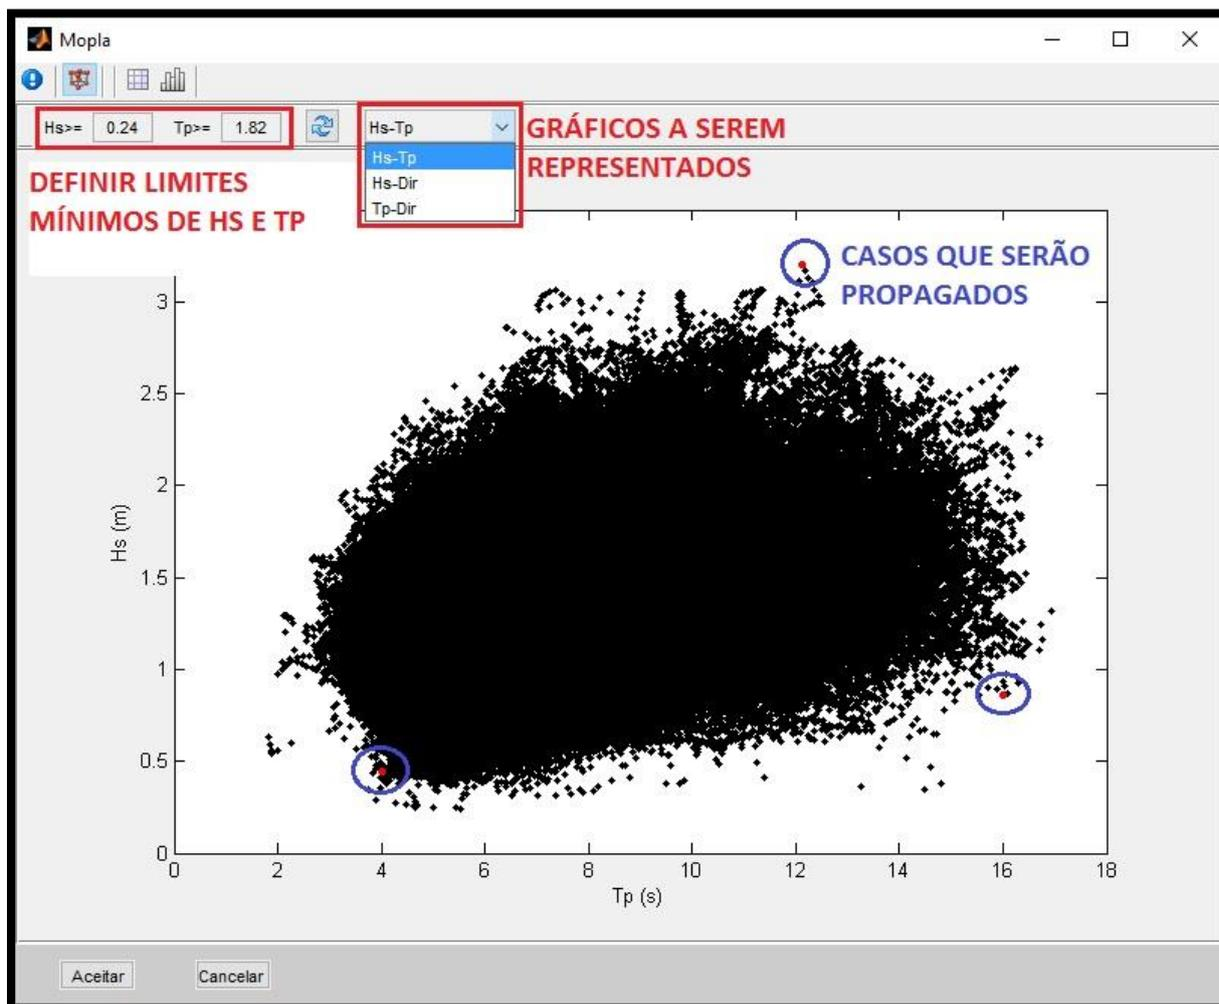

Figura 36 – Janela para a seleção de alturas de onda, períodos e direções com o MaxDiss.
- **Janela “MaxDiss”** () (Figura 36): Nesta janela é definido o limite mínimo de altura de onda e período. Nesta etapa são geradas, de forma automática, as combinações dos casos representativos dos estados de mar a se propagar (utilizando o método “MaxDiss”). Para atualizar qualquer mudança clicar em “Atualizar“. Nesse caso não serão alterados os valores predefinidos;